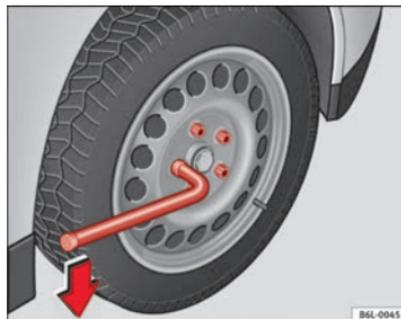

Fig. 145 Cambio de rueda: aflojar los tornillos de rueda
- Agarre la llave por el extremo y gírela aproximadamente una vuelta hacia la **izquierda** ⇒ fig. 145.